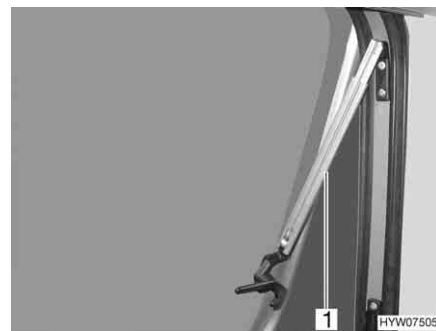

Bild 74 Ausstellfenster mit Automatik-Aussteller
- Ausstellfenster bis zur gewünschten Raststellung öffnen; Automatik-Aussteller (Bild 74,1) rastet selbstständig ein.